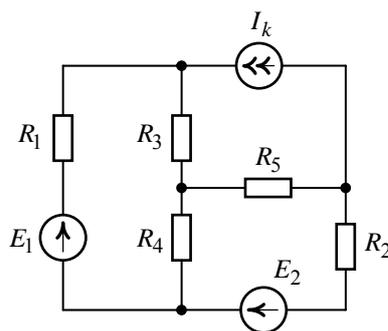

Рис. 4.3
Для схемы, рис. 4.3, пользуясь методом контурных токов, определить все токи, если  $E_1 = 36 \text{ В}$ ,  $E_2 = 67 \text{ В}$ ,  $I_k = 0,1 \text{ А}$ ,  $R_1 = 400 \text{ Ом}$ ,  $R_2 = 200 \text{ Ом}$ ,  $R_3 = 250 \text{ Ом}$ ,  $R_4 = 600 \text{ Ом}$ ,  $R_5 = 300 \text{ Ом}$ .
1. Схема (рис. 4.3) содержит шесть ветвей ( $m_b = 6$ ), четыре узла ( $n_y = 4$ ). Одна ветвь содержит источник тока  $I_k$  ( $n_T = 1$ ).